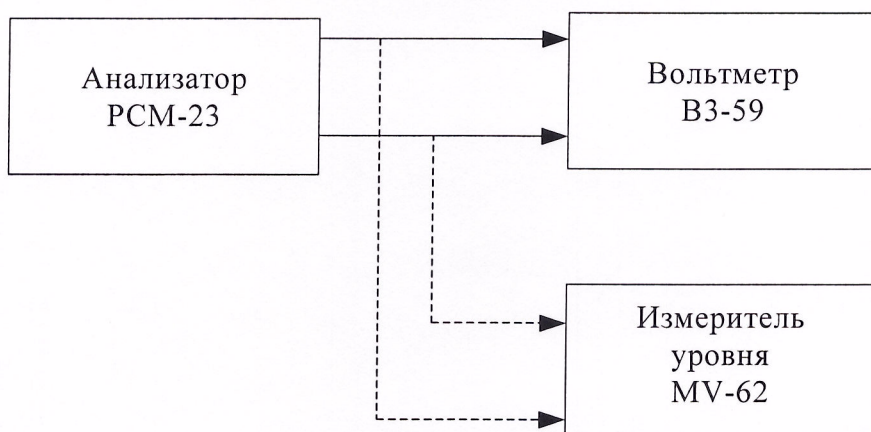

Рис.8.7.
8.3.7.1. Проверка основной погрешности осуществляется методом непосредственного отсчета показаний на выходе генератора вольтметром ВЗ-59 и измерителя уровня MV-62 (рис.8.7).